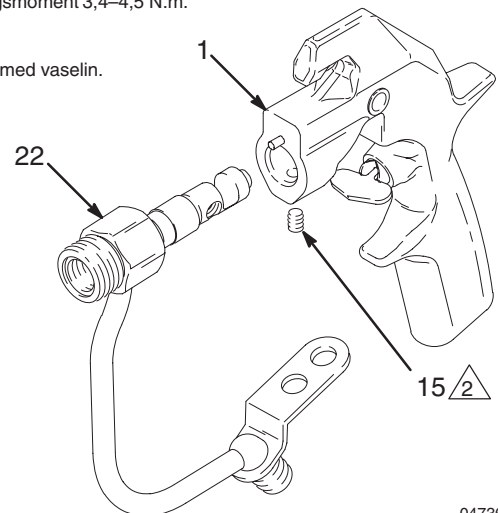

Fig. 18 04736
- Skyv væskehuset (22) inn i pistolhuset (1) inntil det bunner helt. Trekk til settskruen (15) med 3,4–4,5 Nm. Fyll hullet over settskruen med vaselin. Se Fig. 18.